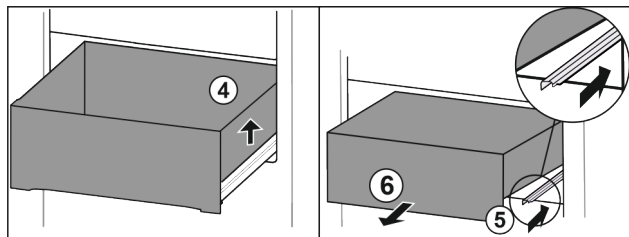

Fig. 69
- ▶ Приподнимите выдвижной ящик справа. Fig. 69 (4)
- ▶ Вставьте правую направляющую. Fig. 69 (5)
- ▶ Извлеките выдвижной ящик движением вперед. Fig. 69 (6)